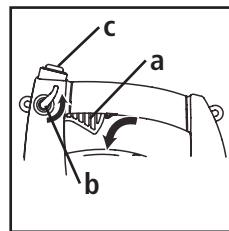

Fig. 20
- 2.** Pressione e segure o interruptor Liga/Desliga (c) na posição DESLIGA (0) até que o motor pare completamente (Fig. 20).